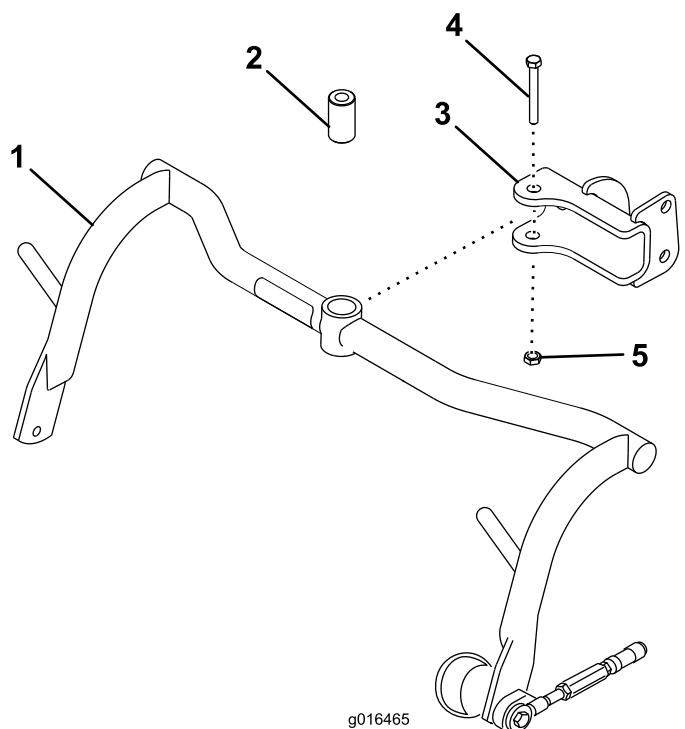

図 5
1. 各クレビスにキャリアフレームを取りつけるスペーサ、ボルト $\frac{1}{2}$ x $3\frac{1}{4}$ "、ロックナット $\frac{1}{2}$ " を使用する 図 5。91-113 N·m 9.3-11.3 kg·m = 67-83 ft·lb にトルク締めする。